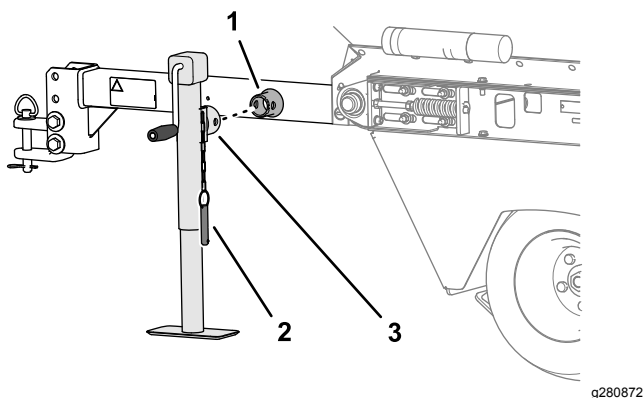

Figura 6
1. Fate scorrere il martinetto sul tubo di montaggio del martinetto del timone (Figura 6).
2. Allineate i fori nel martinetto con i fori nel tubo di montaggio e fissate il martinetto con il perno con testa (Figura 6).